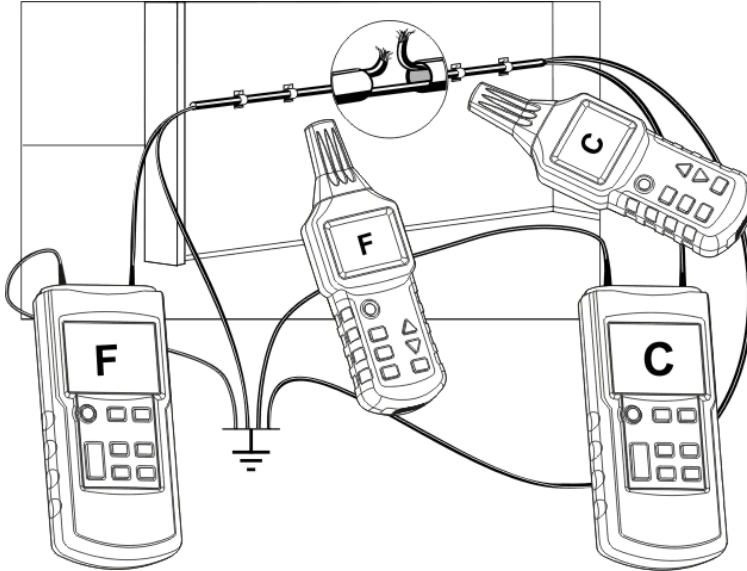

Fig.12
- Toutes les lignes non utilisées doivent être reliées à la terre selon la Fig.12.
- Branchez les deux émetteurs selon la Fig.12.
Si les émetteurs sont branchés selon la Fig.12, le récepteur indiquera C du côté gauche de l'interruption de la ligne. Si le récepteur va au-delà de l'endroit de l'interruption vers la droite, il affichera F. Si le récepteur est placé directement au-dessus de l'interruption, aucun code de ligne ne sera affiché en raison de la superposition des signaux des deux émetteurs.